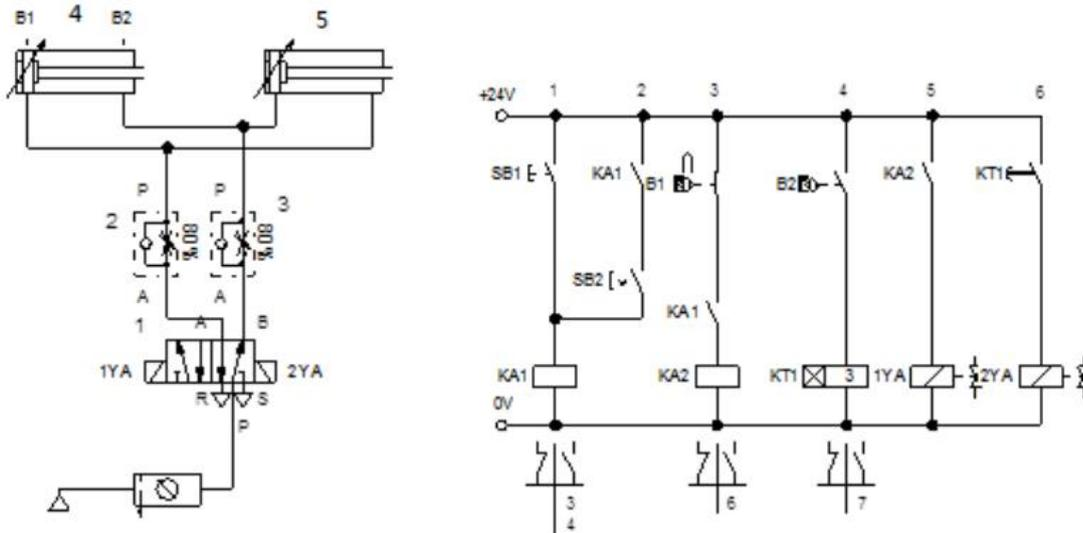

图 H1-2-9 圆柱塞分送装置气动回路和电气控制线路
(1) 任务描述 选用气动元件，搭建回路实现圆柱塞分送装置动作，气动回路图和电气控制线路图如图 H1-2-9所示。